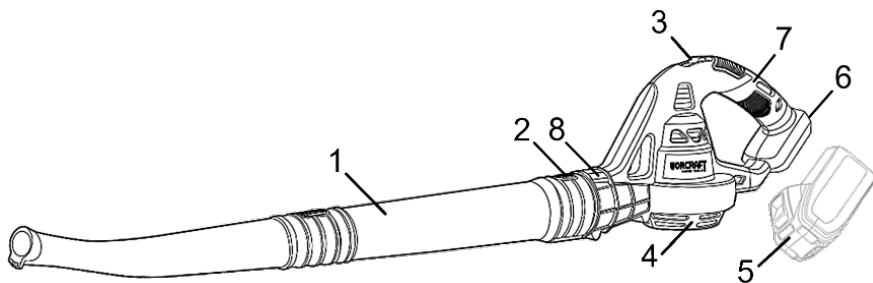

Рисунок 1
- продувна насадка (1, рисунок 1) складається з двох частин – з'єднайте їх між собою;
- під'єднайте продувну насадку до випускного патрубка (8, рисунок 1), так щоб кнопка блокування насадки (2, рисунок 1), яка розміщена на поверхні випускного патрубка, увійшла у відповідний отвір в насадці;
- для зняття насадки, натисніть на кнопку блокування (2, рисунок 1) та від'єднайте її від випускного патрубка;
- вставте акумуляторну батарею (5, рисунок 1) по напрямним у відповідне місце (6, рисунок 1) в нижній частині рукоятки (7, рисунок 1) до характерного «клацання»;
Для запуску повітродува необхідно перевести перемикач (3, рисунок 1) вперед – в сторону випускного патрубка (положення «I»). Для зупинки повітродува необхідно перевести перемикач назад – в сторону рукоятки (положення «O»).
Вимкніть виріб та від'єднайте акумуляторну батарею (5, рисунок 1), натиснувши кнопку блокування на її корпусі та одночасно витягнувши саму батарею з напрямних.
Від'єднайте продувну насадку (1, рисунок 1) від випускного патрубка повітродува (2, рисунок 1). Виріб готовий для чищення і подальшого зберігання.